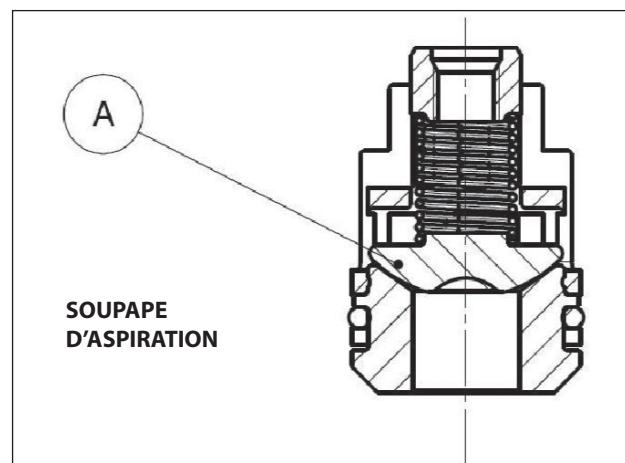
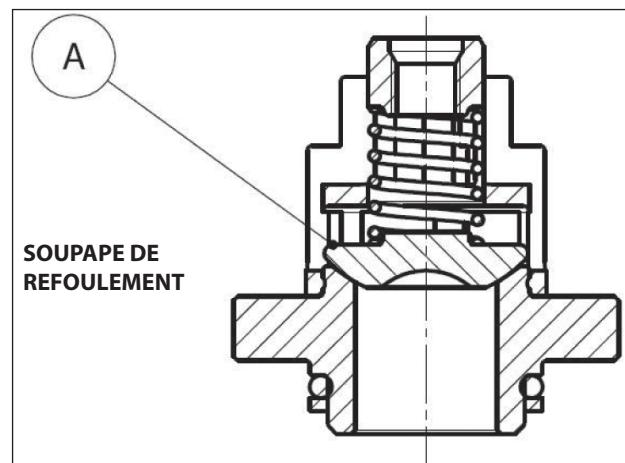

Fig. 26
Fig. 27
- 2. Pour la version HF18 – WK355, faire également attention à ne pas inverser les soupapes sphériques d'aspiration avec celle de refoulement « A » (Fig. 26, Fig. 27), rep. vue éclatée 46, en suivant les explications figurant au chapitre 16 du *Manuel d'utilisation et entretien*.**